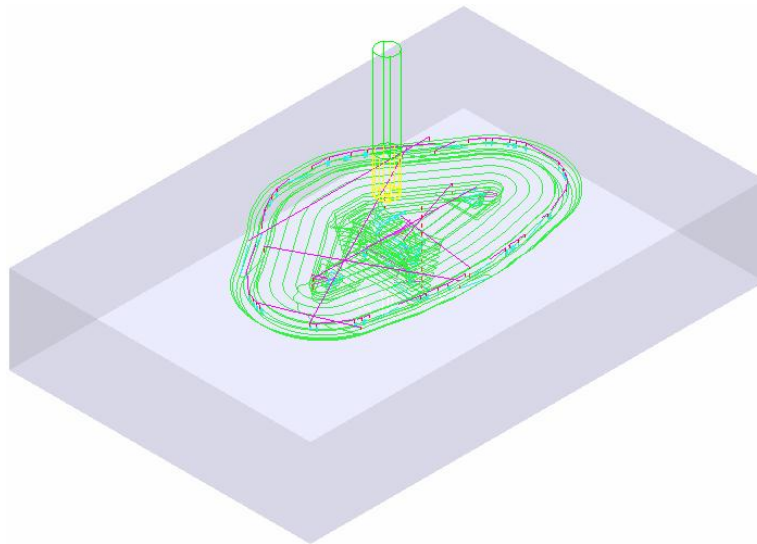

Figura 2.148 Vista del bloque, herramienta y trayectoria.
- Hacer clic en los botones de Sombreado liso  y Modelo Alambre  para desdibujar el modelo (Figura 2.148).